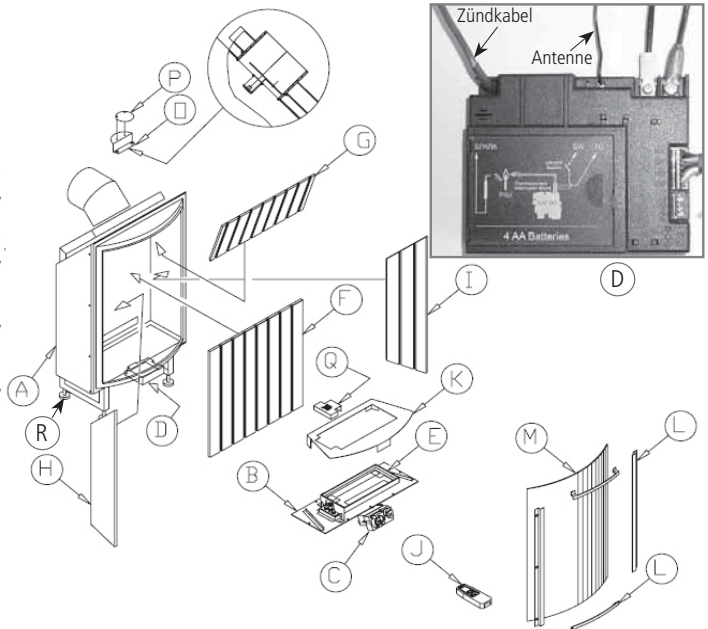

Abb. 2.12 Übersicht über die Baugruppen
- a) Der Gasanschluss am Gasregler erfolgt mittels eines 3/8" -Innengewindes (s. Abb. 2.12)